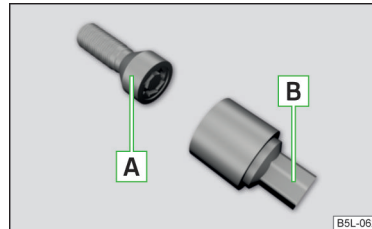

Abb. 136
Die Anti-Diebstahl-Radschrauben schützen die Räder vor einem Diebstahl. Diese können nur mithilfe des Adapters [B] » Abb. 136 gelöst bzw. festgezogen werden.
- Den Adapter [B] » Abb. 136 mit der verzahnten Seite bis zum Anschlag in die innere Verzahnung im Kopf der Anti-Diebstahl-Radschraube [A] stecken.